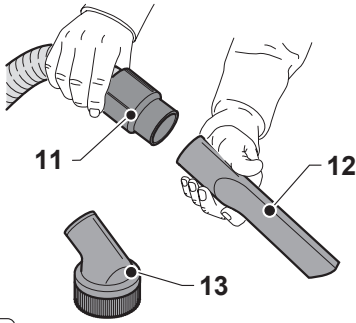

Fig. 6
- Unire al tubo flessibile (11 Fig. 6) la bocchetta a lancia (12 Fig. 6) o la spazzola a pennello (13 Fig. 6) in funzione dell'attività di aspirazione da eseguire.